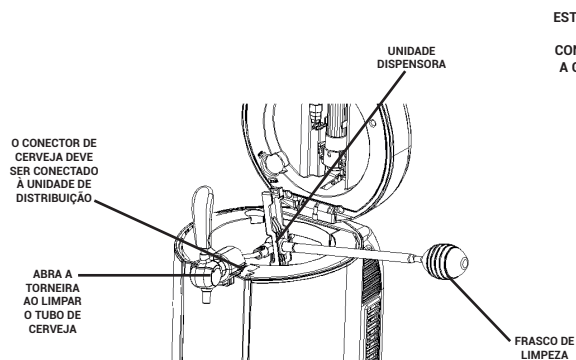

Figura 35
2. Conecte a extremidade do pino e escoe a água para fora pelo lado do tubo da cerveja. E repita este trabalho de limpeza até o tubo de cerveja ficar limpo (são necessárias no mínimo 3 garrafas de água morna); limpe o mecanismo da torneira da cerveja conforme a figura 35.